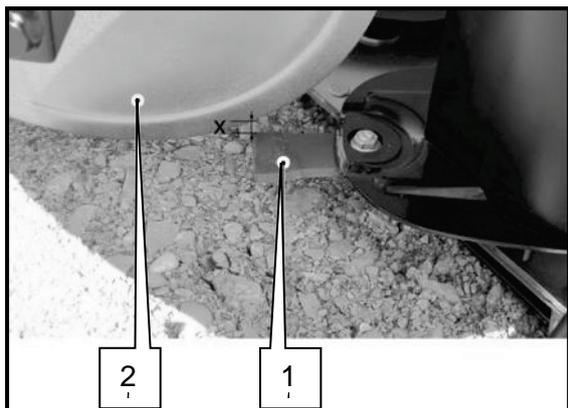

Fig. 91 Figura de resumen con disco de hileras y filo de cuchilla
- ➔ Preste atención a que la distancia de seguridad entre el disco de hileras y el filo de cuchilla sea de al menos 10 mm (0.39") (consulte la Fig. 91).